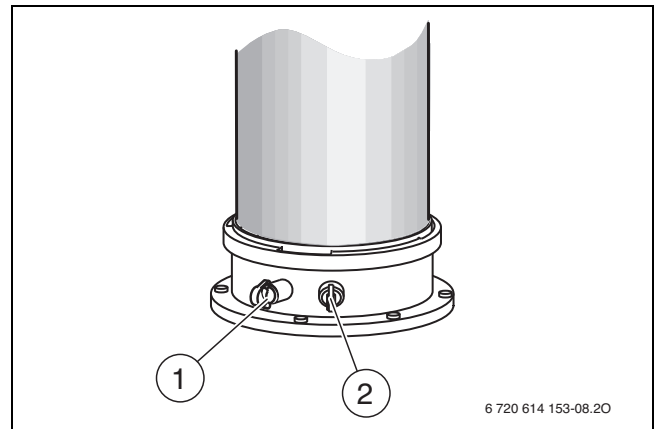

Bild 113 Abgasmesssstutzen und Verbrennungsluft-Messsstutzen
- ▶ Stopfen am Verbrennungsluft-Messsstutzen (→ Bild 113, [2]) entfernen.
- ▶ Stopfen am Abgasmesssstutzen (→ Bild 113, [1]) entfernen.